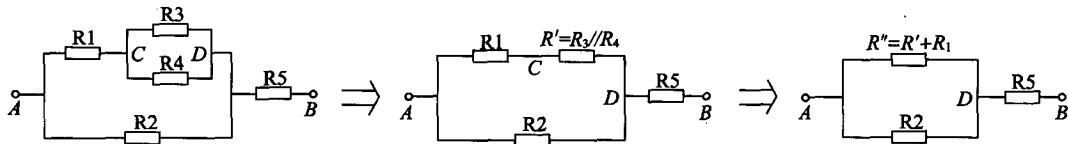

图 1-13 混联电路的简化过程
(3) 电阻的混联 电路中既有电阻的串联又有电阻的并联叫混联, 混联电路如图 1-13 所示。
如果混联电路比较复杂, 各电阻之间的串、并联关系一时看不清, 可先用画等效电路图的方法找出各电阻之间的串、并联关系, 然后再分析计算。画等效电路图的方法是: 先在电路中各电阻的连接点上标注字母 ( $A, B, C, D$ ), 并将各字母按顺序在水平方向排列 (一般将待求字母放两端), 然后把各电阻接入相应字母之间, 最后依次画出简化过程中的等效电路图, 如图 1-13 所示。
**例 1-8** 在图 1-13 电路中, 已知  $R_1 = 2 \Omega$ ,  $R_2 = 4 \Omega$ ,  $R_3 = R_4 = 4 \Omega$ ,  $R_5 = 4 \Omega$ ,  $U_{AB} = 6 \text{ V}$ , 求通过  $R_4$  的电流  $I_4$ 。